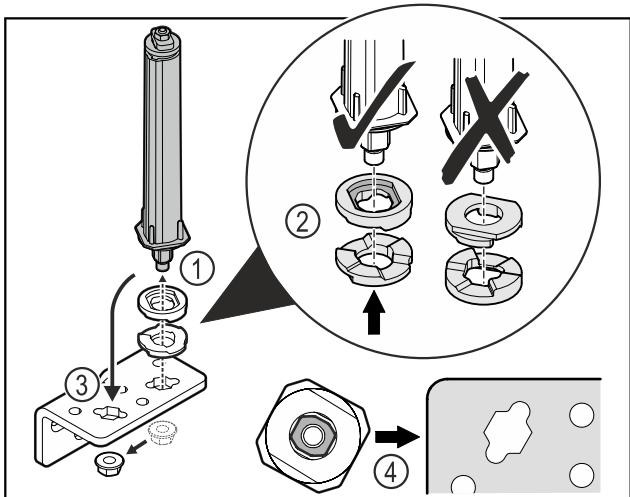

Fig. 52
- ▶ Aflojar la tuerca y retirar el sistema de bloqueo de la puerta Fig. 52 (1).
- ▶ Tener en cuenta la orientación correcta de las arandelas de ajuste de altura Fig. 52 (2).
- ▶ Cambiar la posición del sistema de cierre de la puerta en la escuadra de bisagra y fijar con la tuerca Fig. 52 (3).
- ▶ Tener en cuenta la orientación correcta del sistema de cierre de la puerta al insertarlo Fig. 52 (4).